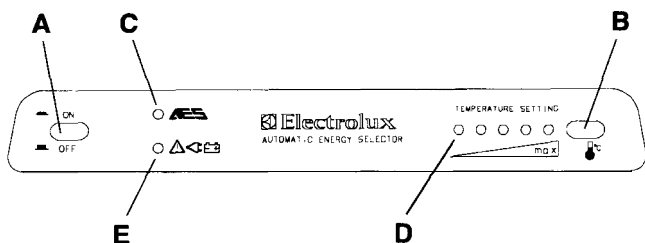

FIG. 1.
Het bedieningspaneel wordt weergegeven in fig. 1.
Alle verwijzingen zijn naar fig. 1.
WAARSCHUWING: bij een tankstation is een open vlam niet toegestaan. Als u niet zeker weet of uw bezoek korter is dan 15 min. kunt u het best hoofdschakelaar (A), fig. 1, uitschakelen wanneer u een tankstation bezoekt.
(E in fig. 1.). Het systeem blijft in de gasmodus totdat de geleverde elektrische stroomspanning weer op normaal niveau is.
Het positienummer verwijst naar fig. 1.
1. Zet de schakelaar (A), fig. 1, op "OFF".